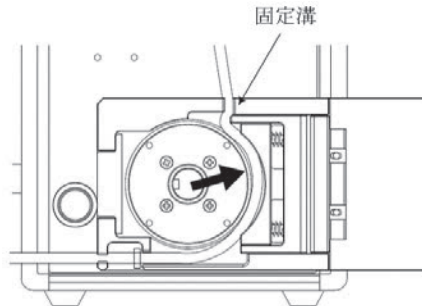

図2 ポリ塩化ビニル製チューブの接続
- ** 3) 同様にポリ塩化ビニル製チューブを引っ張らないようにポンプに接続する。最後に固定溝に固定する。(図2)